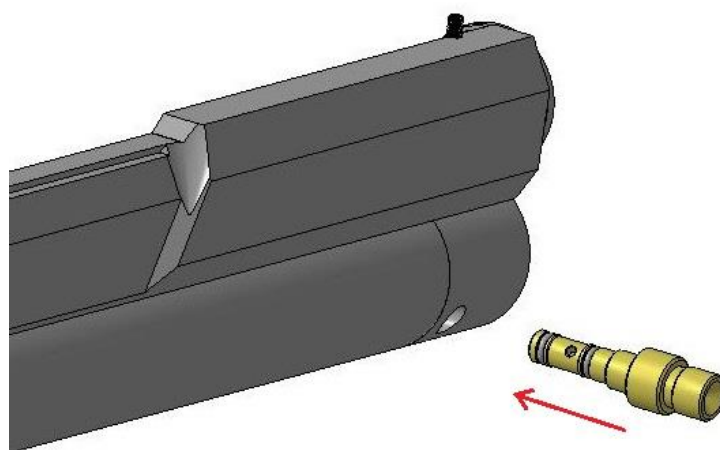

Рисунок 4.
- Заправить резервуар высокого давления с помощью заправочного штуцера (Рисунок 4), подключенного к заправочной станции с источником сжатого воздуха (баллон или компрессор высокого давления), или к насосу высокого давления. (Баллон, компрессор, насос высокого давления и заправочная станция в комплект поставки не входят)